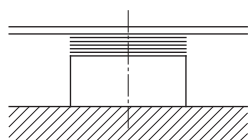
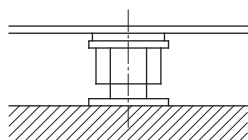

Fig. 6: Udligningsskiver på fundamentoverfladen
Fig. 7: Nivelleringskruer på fundamentoverfladen
- Læg udligningsskiver (tykkelse ca. 20–25 mm) på hvert skruenhul på fundamentoverfladen (se fig. 6). Alternativt kan der også anvendes nivelleringskruer (se fig. 7).